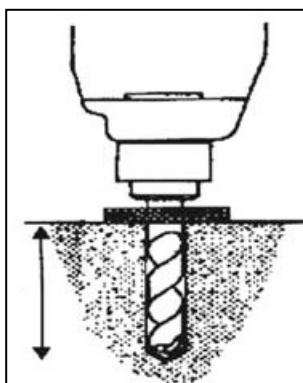

Рис. 18
- Отрегулируйте левую и правую платформы и дистанцию между двумя платформами в соответствии с требованиями на **рис. 18**.
- С помощью ударной дрели необходимо просверлить отверстие глубиной 120мм (сверлом на 16) от уровня пола через отверстие в основании подъемника, входная часть отверстия должна быть чистой (**рис. 18**).